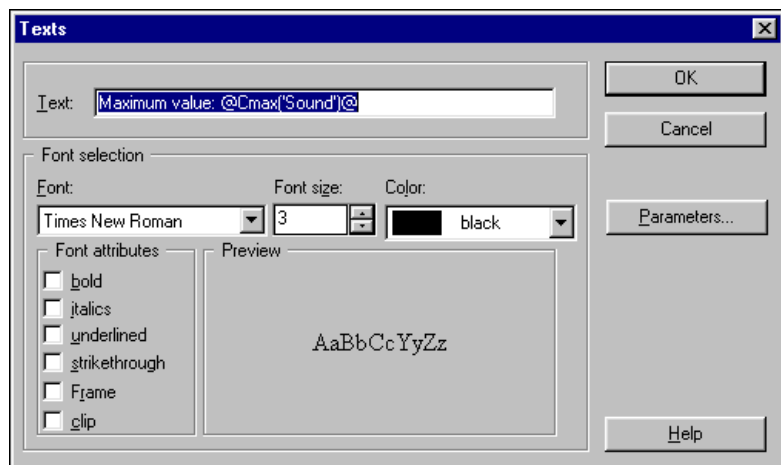

図 6-4 テキスト編集ダイアログボックス
6. 小数点の後の値を制限するため、そのテキストをダブルクリックして、**Texts** ダイアログボックスで値を編集します (図 6-4 参照)。